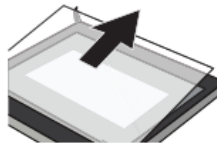

Figura 5
5. Empuje el vidrio en la posición indicada por la flecha en la Figura 5. Extraiga suavemente el vidrio del zócalo